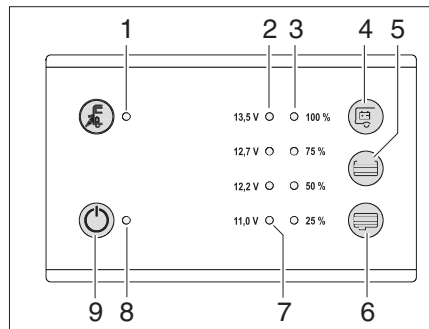

Bild 78 Panel LT 100
Der Tankfüllstand des Wassertanks kann mit dem Sensor-Tastfeld (Bild 78,5) abgefragt werden.
- Sensor-Tastfeld (Bild 78,5) berühren: Der Füllstand des Wassertanks wird in vier Stufen mit den LEDs (Bild 78,3) (25 % bis 100 %) angezeigt.
Der Tankfüllstand des Abwassertanks kann mit dem Sensor-Tastfeld (Bild 78,6) abgefragt werden.
- Sensor-Tastfeld (Bild 78,6) berühren: Der Füllstand des Abwassertanks wird in vier Stufen mit den LEDs (Bild 78,3) (25 % bis 100 %) angezeigt.
**Batteriespannung** Mit dem Sensor-Tastfeld (Bild 78,4) kann die Batteriespannung der Wohnraumbatterie angezeigt werden.
Die Kontroll-LEDs (Bild 78,2) zeigen die Batteriespannung an.
- Rote Warn-LED (Bild 78,7) leuchtet: Batteriespannung über 11,0 V
Die rote Warn-LED (Bild 78,7) leuchtet, sobald die Spannung der Wohnraumbatterie nur noch 11 V (Messung im laufenden Betrieb) beträgt und damit Tiefentladung droht.
Der 12-V-Hauptschalter (Bild 78,9) schaltet das Panel und die 12-V-Versorgung des Wohnraums ein und aus.
- Sensor-Tastfeld (Bild 78,9) berühren: Die 12-V-Versorgung des Wohnraums ist eingeschaltet. Die Kontroll-Leuchte (Bild 78,8) leuchtet grün.
- Sensor-Tastfeld (Bild 78,9) erneut berühren: Die 12-V-Versorgung des Wohnraums ist ausgeschaltet. Die 12-V-Kontroll-Leuchte (Bild 78,8) erlischt.
Die 12-V-Kontroll-Leuchte (Bild 78,8) leuchtet, wenn der 12-V-Hauptschalter (Bild 78,9) eingeschaltet ist.
Die gelbe 230-V-Kontroll-Leuchte (Bild 78,1) leuchtet, wenn am Eingang des Elektroblocks Netzspannung vorhanden ist.